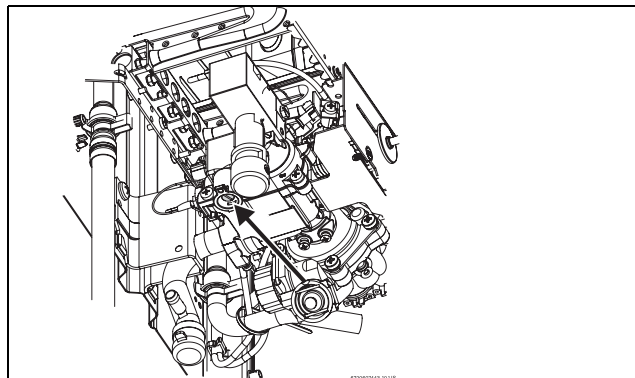

Fig. 14 Vite per regolazione della pressione massima
- ▶ Togliere il sigillo della vite (Fig. 14).
- ▶ Regolare la pressione mediante la vite (Fig. 14) attenendosi ai dati di pressione esposti nella tabella 5.